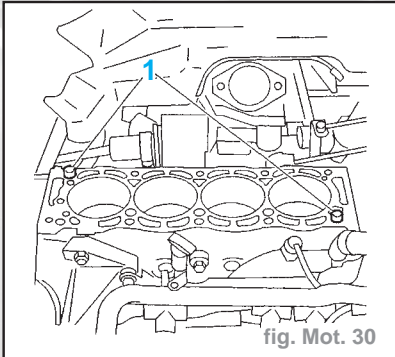

fig. Mot. 30
- Contrôler la présence des bagues de centrage (1) (figure Mot. 30).